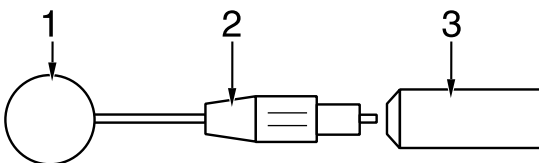

Bild 4-11. Einsetzen der Kontaktlöffel
- Schrauben Sie die Kontermutter (2, Bild 4-11) bis zum Anschlag gegen die Elektrode.
- Schrauben Sie den Kontaktlöffel (1) bis zum Anschlag ein und drehen ihn in die gewünschte Stellung zurück.
- Arretieren Sie nun den Kontaktlöffel, indem Sie die Kontermutter (2) gegen den Griff (3) sicher festziehen.